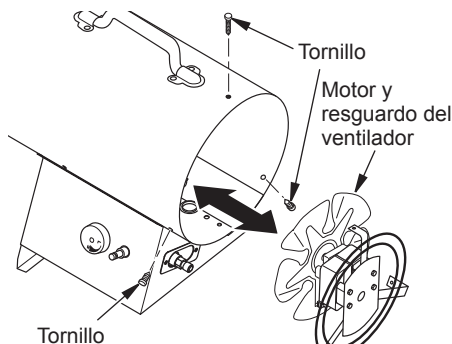

Figura 9 - Desmontaje/remplazar del motor y el resguardo del ventilador del calentador
2. Extraiga de la cubierta del calentador el motor y el resguardo del ventilador (consulte la figura 9).
14. Inserte tres tornillos a través de la cubierta del calentador y hacia el interior del resguardo del ventilador (consulte la figura 9, página 30). Apriete los tornillos firmemente.
2. Extraiga de la cubierta del calentador el motor y el resguardo del ventilador (consulte la figura 9, página 30).
8. Coloque el motor y el resguardo del ventilador en la parte posterior de la cubierta del calentador. Asegúrese que el cable de alimentación esté situado correctamente (consulte la figura 9, página 30).